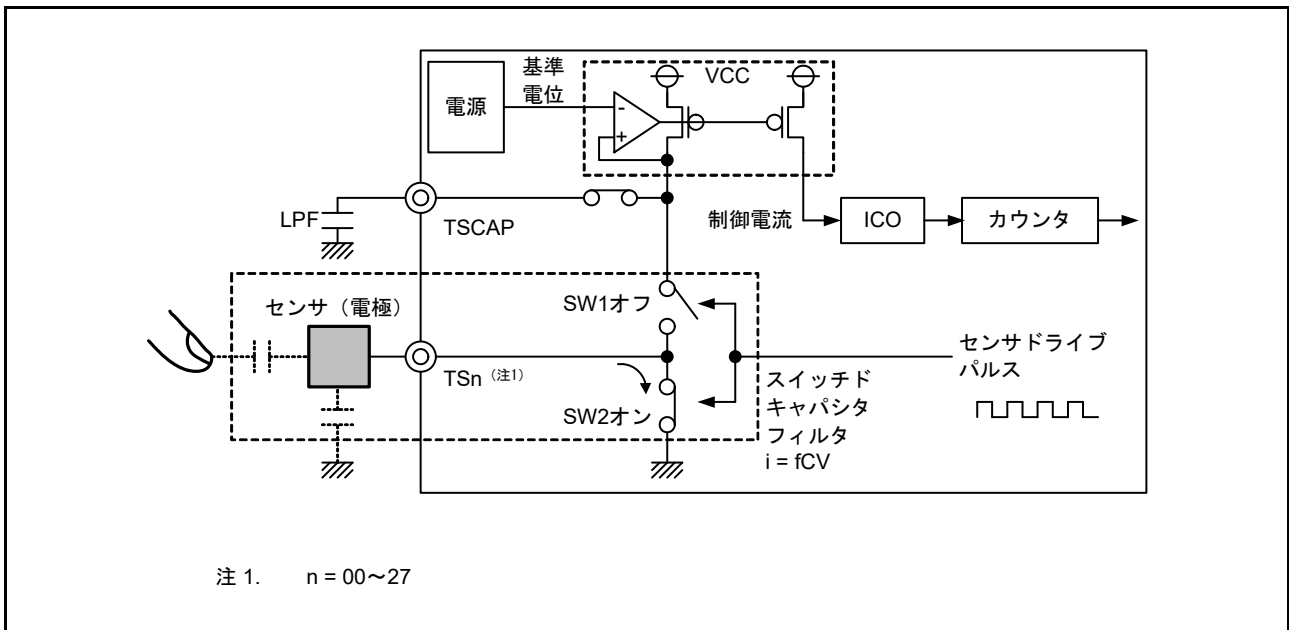

図 40.6 放電動作
2. SW1 : OFF、SW2 : ON にすることで、充電された容量は放電されます。図 40.6 を参照してください。